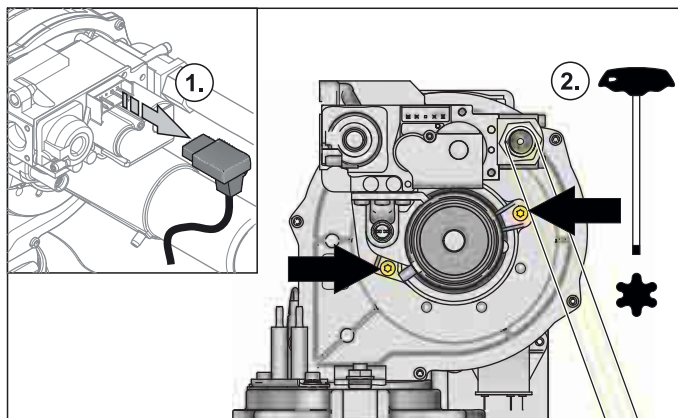
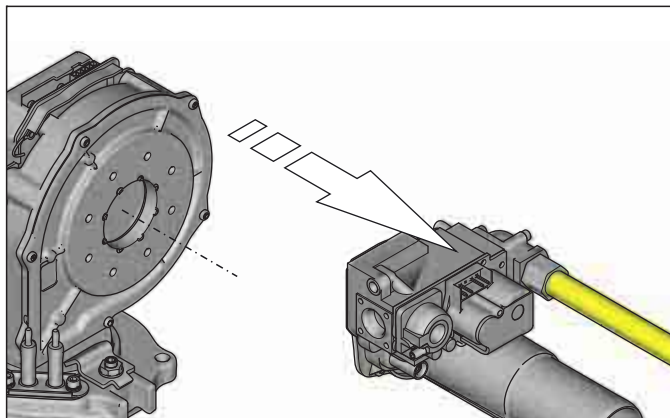

Figura 7-6 Svitare l'ugello Venturi con il blocco di regolazione di sicurezza del gas
Figura 7-7 Rimuovere l'ugello Venturi con il blocco di regolazione di sicurezza del gas
2. Staccare le spine dal blocco di regolazione (figura 7-6, passaggio 1).
4. Svitare (figura 7-6, passaggio 2) e rimuovere (figura 7-7) l'ugello Venturi con il blocco di regolazione di sicurezza del gas dalla soffiante del bruciatore.